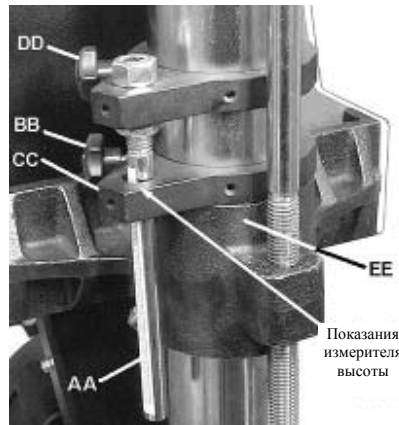

Рис. 12
Опустите кронштейн измерителя (СС, Рис. 12) вниз так, чтобы он упирался в кронштейн стола (ЕЕ). Поднимите конвейерный стол до соприкосновения со щеткой. Ослабьте стопорный винт (DD) и переместите кронштейн так, чтобы установить положение «0» на шкале измерителя.